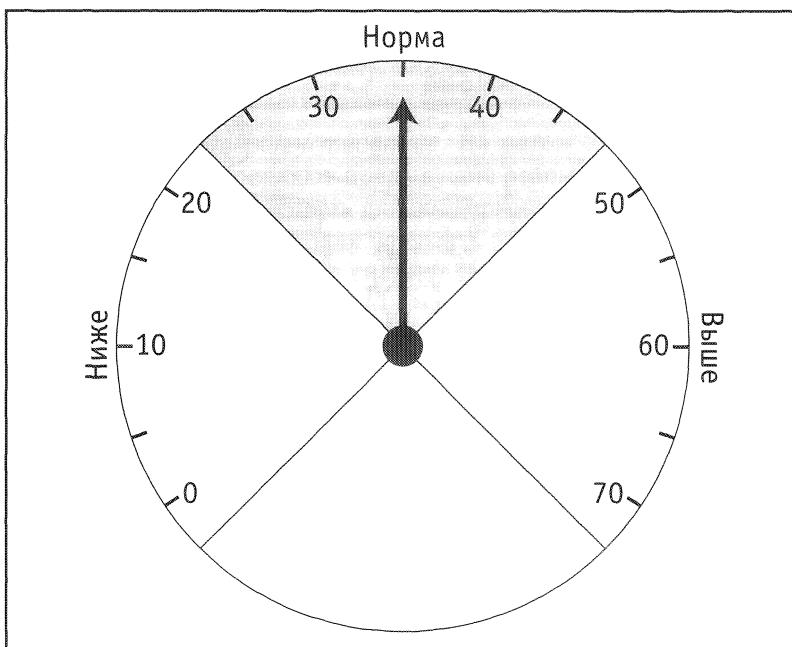

Рис. 4-3. Циферблатный индикатор с цветовыми делениями.
*Средства визуального управления помогают также предотвращать ошибки. Например, цветовые деления на циферблатном индикаторе (красный, желтый и зеленый сектора) указывают на текущее состояние выпуска продукции (рис. 4-3). Еще один подобный способ использования цвета в визуальном управлении — это маркировка одинаковым цветом инструментов, используемых при выполнении однотипных операций.*